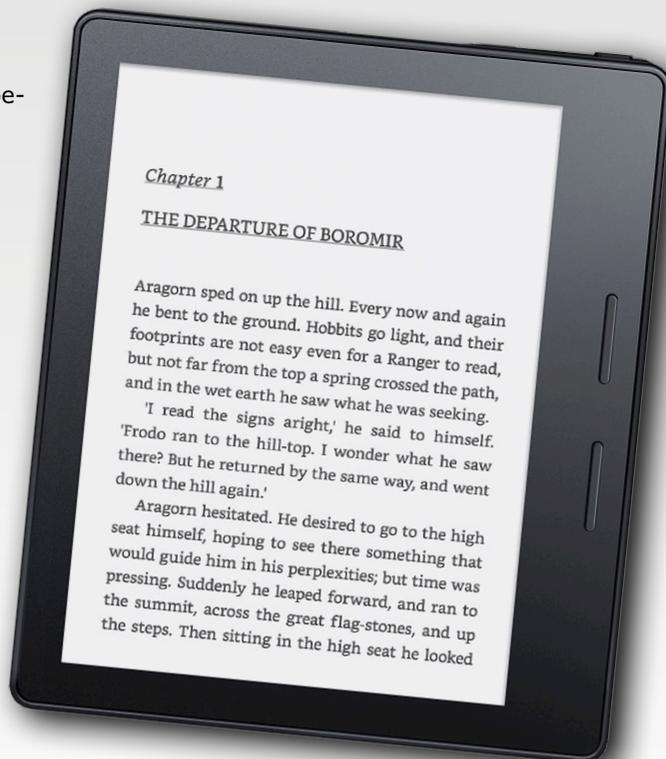

Bild 2. E-Reader, basierend auf Kindle E-Paper.
- Mobile Lesegeräte wie E-Reader (z.B. Amazon Kindle, siehe **Bild 2**)